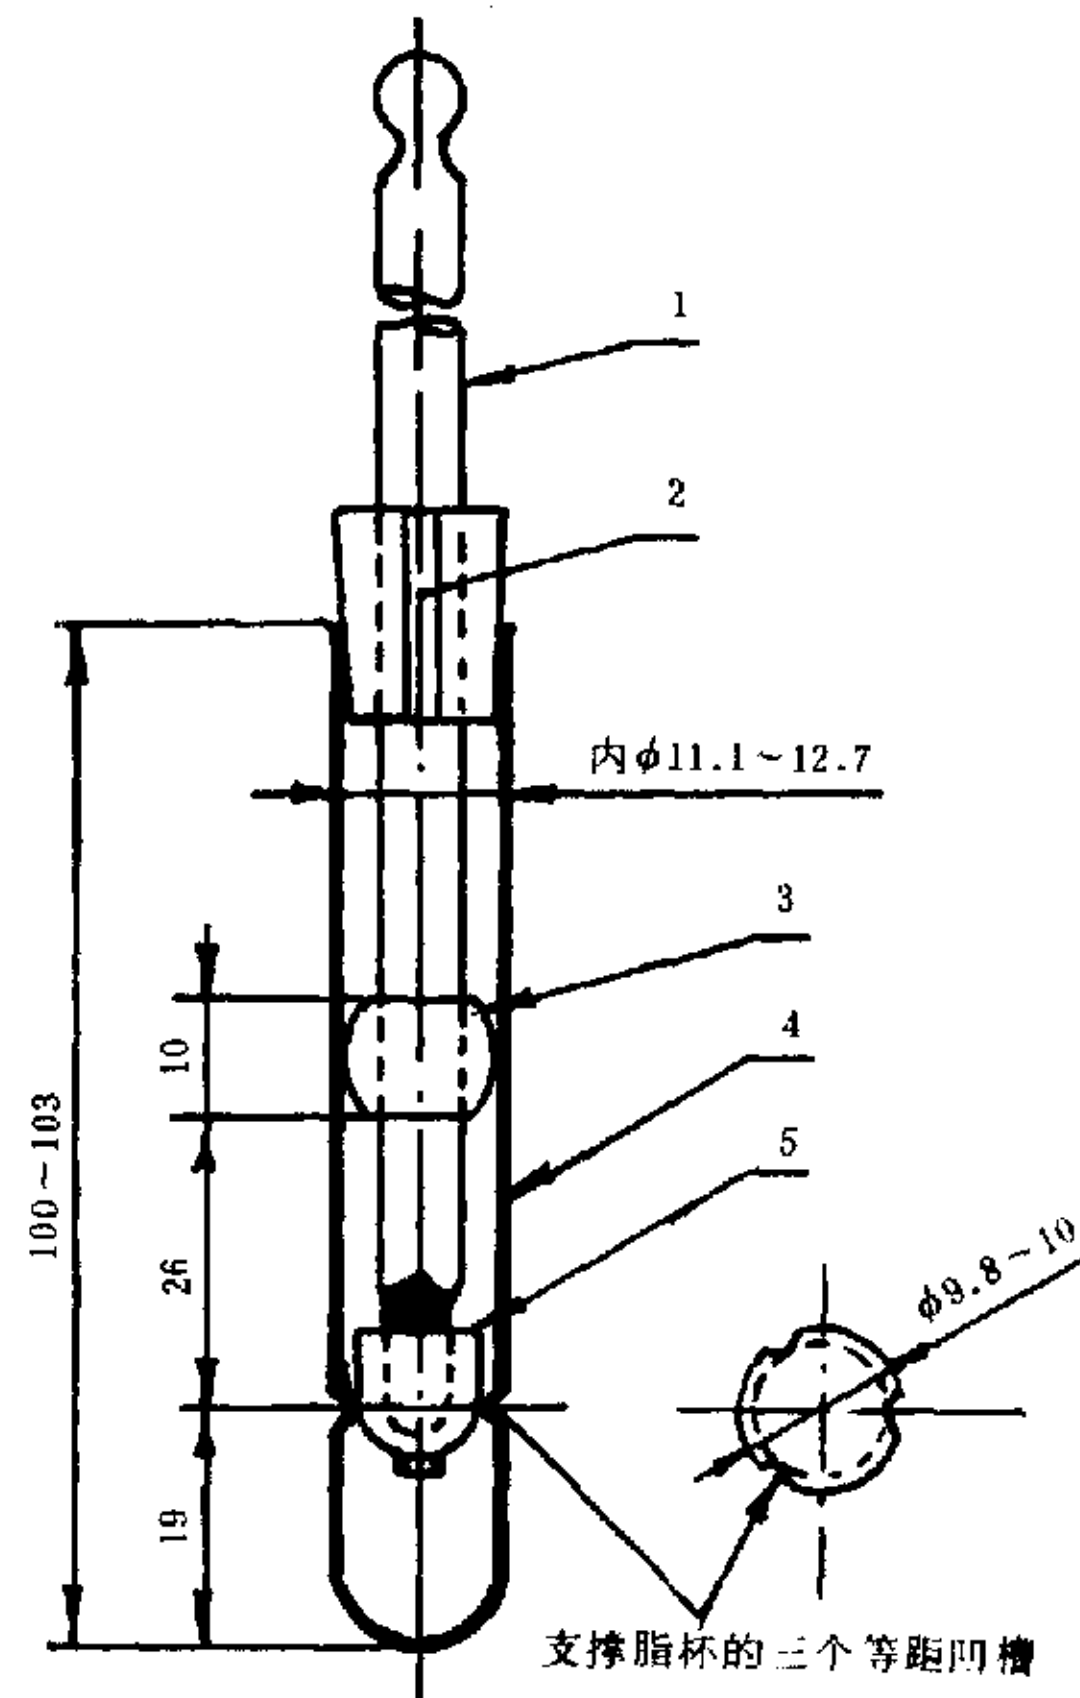

图 2 装配的仪器
2.2 试管：带边耐热硅酸硼玻璃试管，在圆周上有用来支撑脂杯的三个凹槽，其位置和尺寸如图 2 所示。
2.4.4 软木塞：如图 2 所示。
3.1 装配试验仪器时，象图 2 所示将两个软木塞套在温度计上，调节上面软木塞的位置，使温度计球的顶端离脂杯底约 3 毫米。在油浴中吊挂第二支温度计，使其球部与试管中温度计的球部位于大致一样的水平面上。